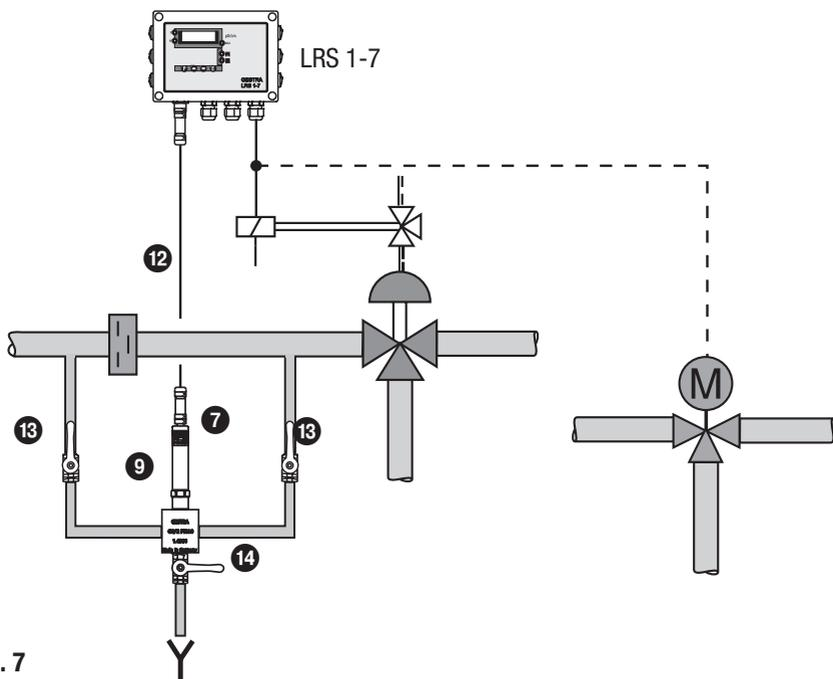

Рис. 7
- Электрод для измерения электропроводности устанавливается в байпасе, который находится ниже главной магистрали, чтобы предотвратить контакт электрода с пузырьками воздуха и паром вторичного вскипания. **Рис. 7**